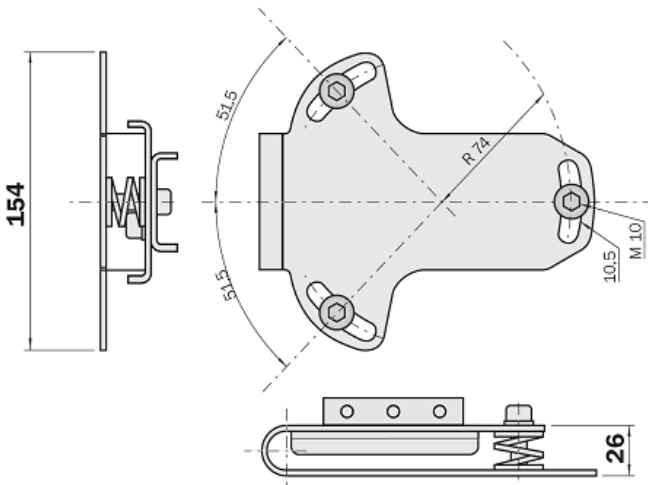

Abbildung 9: Montage mit Montagefuß
Hinweis Bitte beachten Sie, dass die Schrauben zur Montage des TPCC in der Kundenanlage **NICHT** Teil des Lieferumfangs sind, da diese individuell vom Einsatzort abhängig sind und daher nicht im Vorfeld bestimmt werden können. Generell kann das TPCC am Ausrichtfuß mittels drei M10 Schrauben befestigt werden. Siehe dazu Abbildung 9 in Kapitel 2.3
1. Drei Löcher $\varnothing 8.5$ mm bohren, wie in Abbildung 9 dargestellt.
3. Schrauben, Unterlegscheiben und Federringe (nicht im Lieferumfang enthalten) einsetzen wie in Abbildung 9 dargestellt und leicht anziehen.
1. Drei Löcher $\varnothing 10.5$ mm bohren, wie in Abbildung 9 dargestellt.